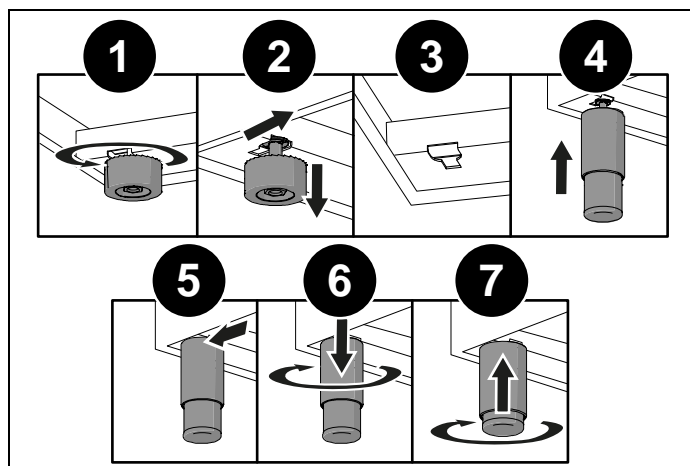

Fig. 4
När apparaten sänks ner, undvik att forcera stödbenen (Fig. 4). Använd ett mellanlägg på basen eller en lastpall för att undvika att luta spisen.
- Montera bort stöden (1 och 2, Fig. 4),
- För in stödbenen i de brickförsedda hålen i den undre delen av apparaten (3 och 4, Fig. 4),
- Skruva fast stödbenen tills de är fast förankrade i basen (5 och 6, Fig. 4),
Reglera till korrekt höjd på stödbenen (7, Fig. 4).